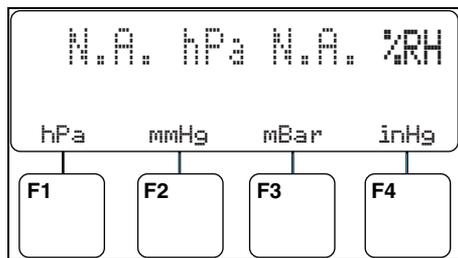

図 4. 大気圧および湿度テスト
**F1~F4** のキーを使って、大気圧測定の単位を選択します。図 4 を参照してください。大気圧と湿度が測定されます。テスト・キーを押して戻ります。